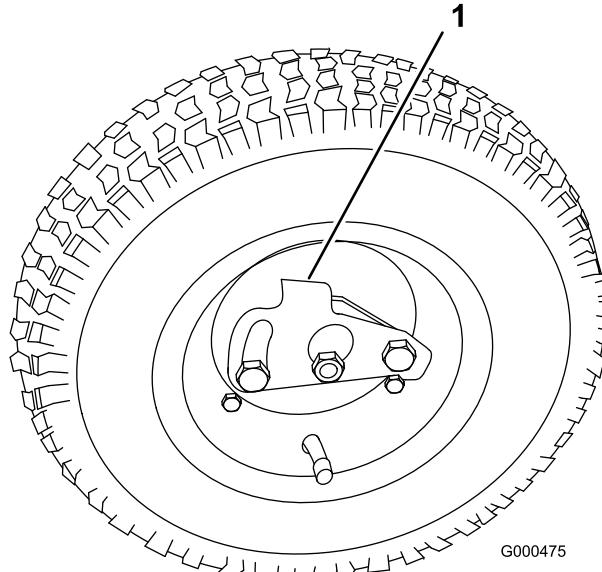

図 13
2. 車輪についているロック・クリップが車軸に掛かるようにして車輪を車軸に通す(図 13)。